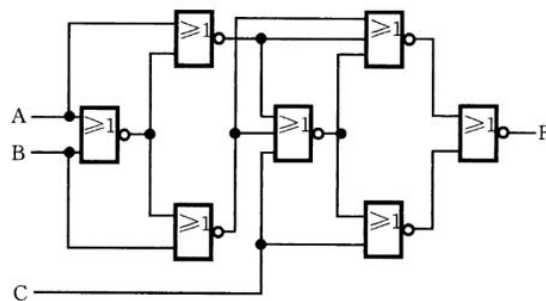

图 4.28 组合逻辑电路
- 请采用**结构化描述方式**在FPGA开发板上实现习题4.2的电路（图4.28），以及**改用异或门**实现的电路。
- **输入**为开发板上最左边的3个拨动开关（ABC），**输出**为开发板上最左边的LED灯（图4.28的电路）和最右边的LED灯（**改用异或门实现的电路**）。
4.2 分析图 4.28 所示的组合逻辑电路：(1) 指出在哪些输入取值下，输出 F 的值为 1；